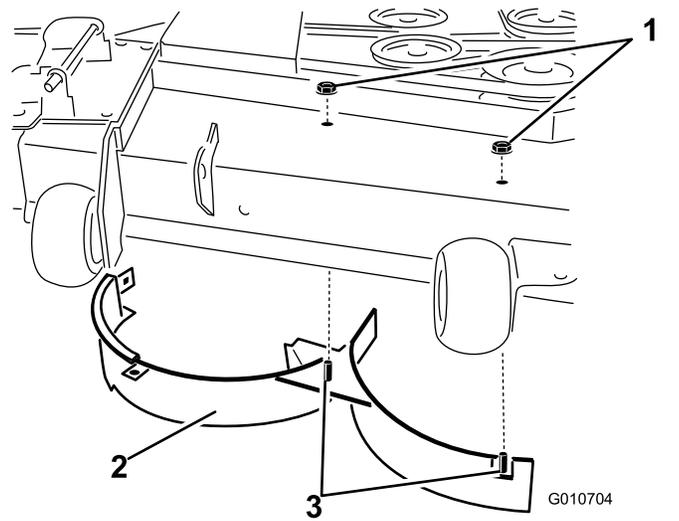

Figure 34
11. Retirez les 2 contre-écrous (5/16 po) qui fixent les montants soudés du déflecteur droit sur le dessus du plateau de coupe, au centre et à droite du centre (Figure 34).
12. Retirez le boulon de carrosserie et le contre-écrou qui fixent le déflecteur droit au sommet du plateau de coupe puis déposez le déflecteur (Figure 34).